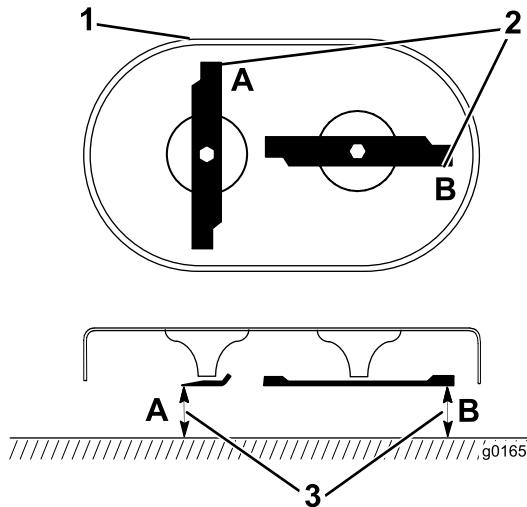

Figura 35
- Rode as lâminas até que fiquem posicionadas como se mostra na Figura 35.
- Meça a partir de uma superfície nivelada até às extremidades de corte nos locais **A** e **B**, (Figura 35) e anote ambas as dimensões.